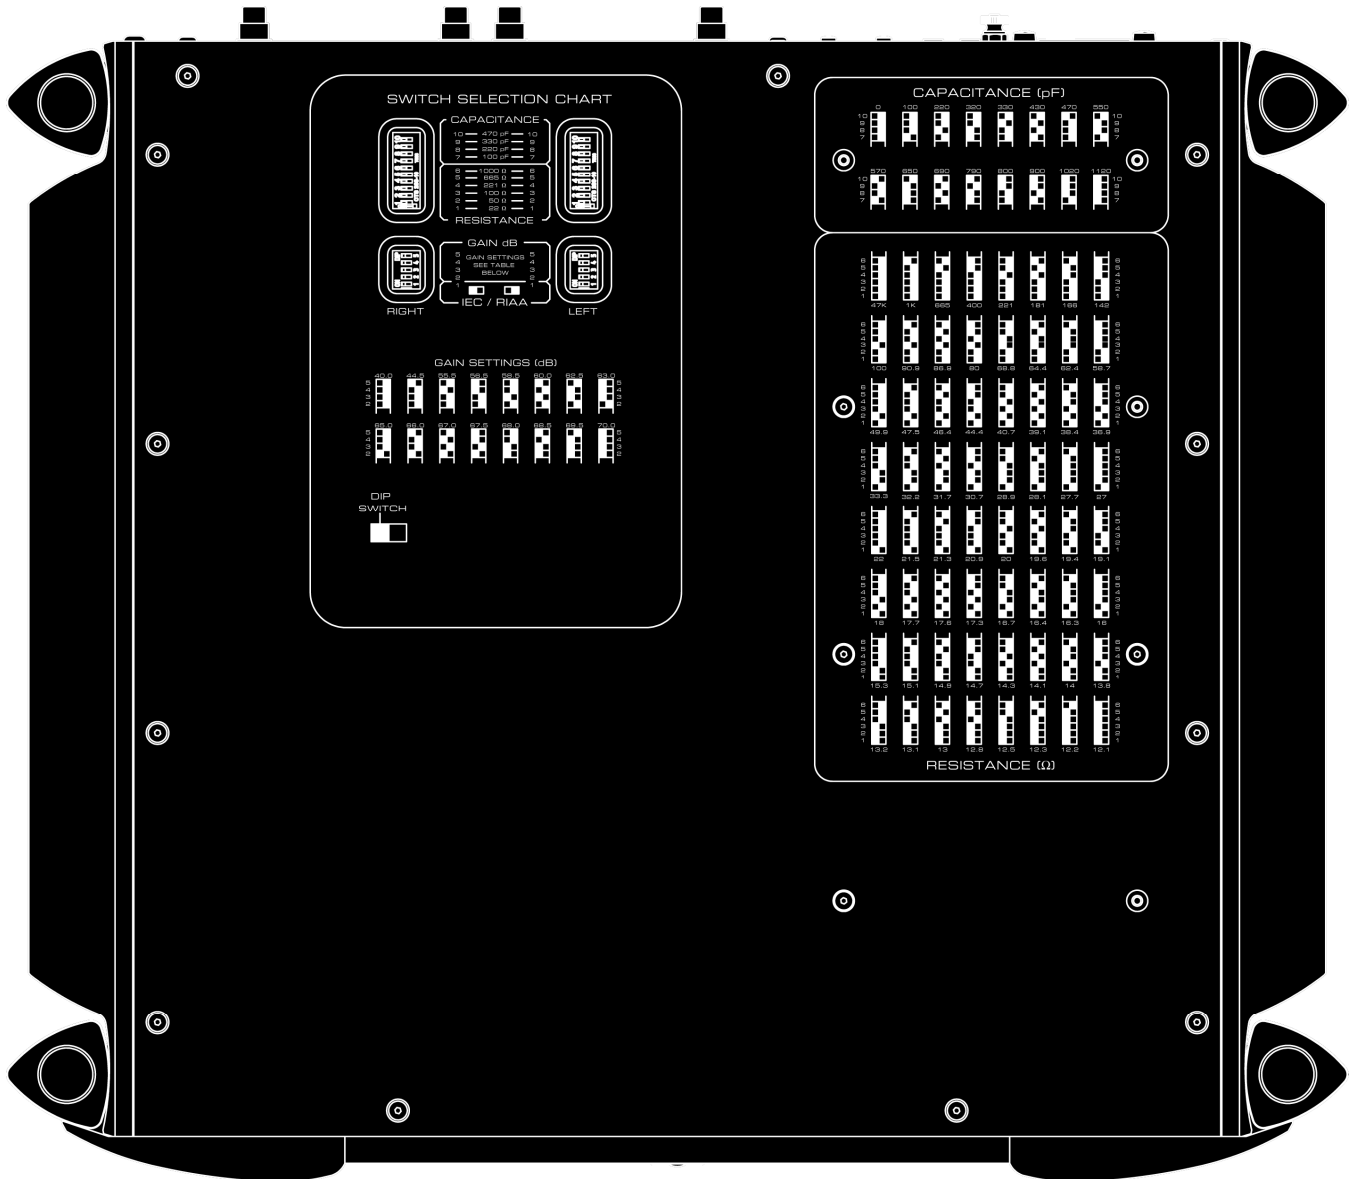

Figure 1: configuration du panneau inférieur
Le réglage de la charge de capacité, de la charge d'impédance, du niveau du gain et de la courbe d'égalisation s'effectue à l'aide des commutateurs DIP blancs qui sont situés sur le panneau du dessous du **610LP**, comme on le voit dans la figure 1. Il y a deux (2) blocs de commutateurs DIP – le bloc du haut sert au réglage de la capacité et de l'impédance; celui du bas, au réglage du gain et de la courbe d'égalisation. Des